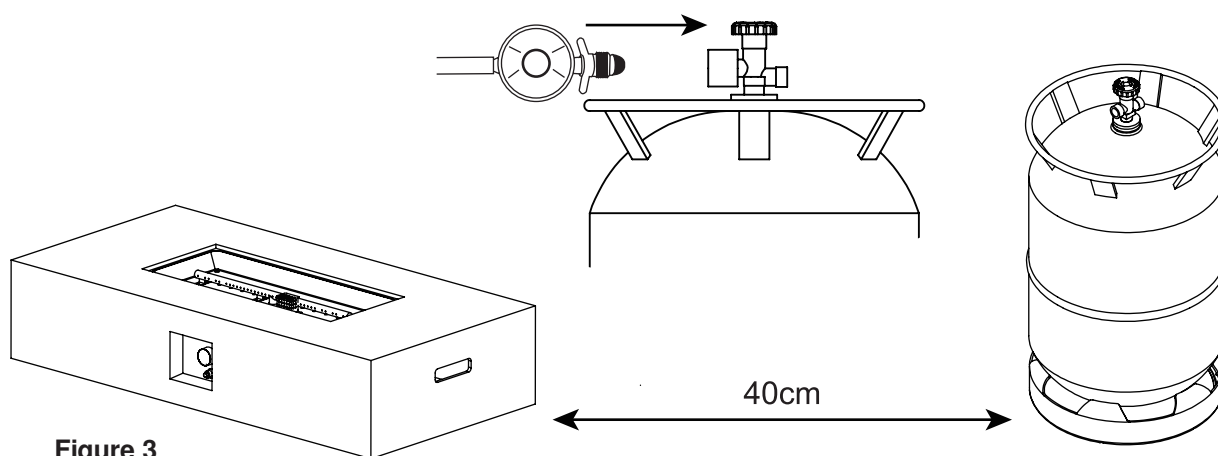

Figure 3
4. Conectați regulatorul la valva buteliei și strângeți bine (vezi Figure 3).